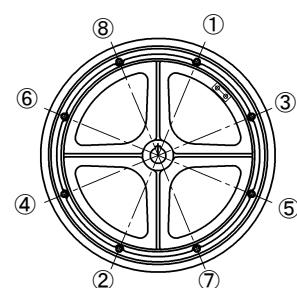

図2 六角ボルト締付け手順
- ⑤ 図2を参考に対角線上の六角ボルトを順番に締付けトルク10N・m(102kgf・cm)程度で仮締めし、ゴムリングがはみ出でていないことを確認してください。次に17.2~27N・m(175~275kgf・cm)となるまで、均等の締付トルクで対角に六角ボルトを締めてください。
六角ボルトを一箇所ずつ本締めするなど、無理な締付けをするとひび割れ等の原因となりますので必ず数回に分けて図2の締付け手順で、締付けを行ってください。